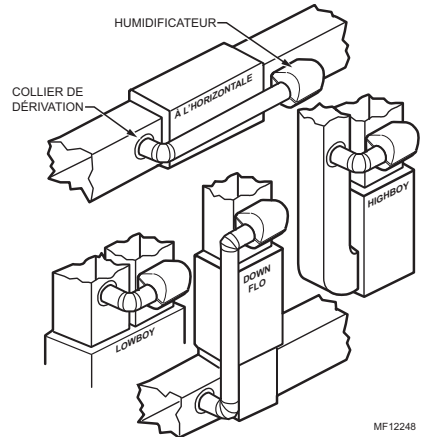

Fig. 1. Emplacements types de l'humidificateur.
- Déterminez l'endroit où installer l'humidificateur sur le plenum (flux d'air chaud). Consultez la Fig. 1.